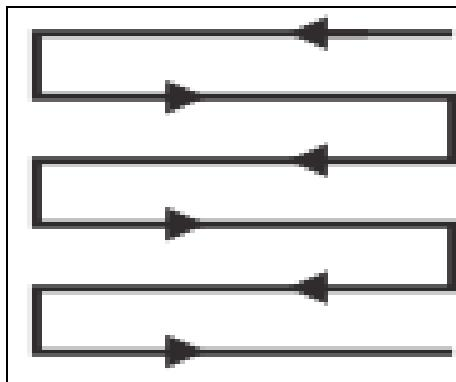

Fig. 9
- Avanzare a linee leggermente sovrapposte. Il percorso più efficiente per tosare un prato è a serpentina. Questo percorso mantiene omogenee le aree tagliate e assicura un uso uniforme delle lame senza aree non tagliate (Fig. 9).